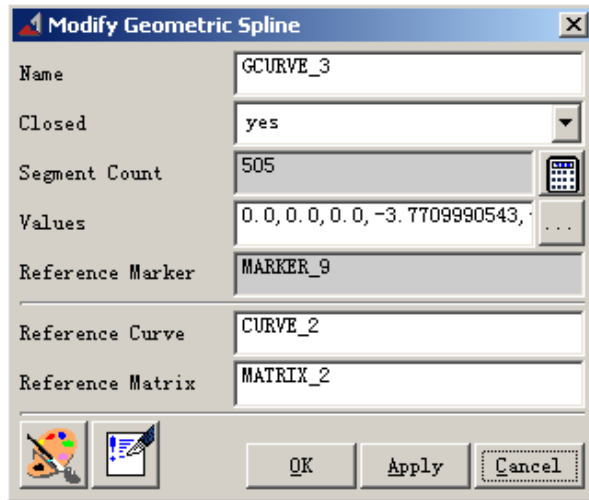
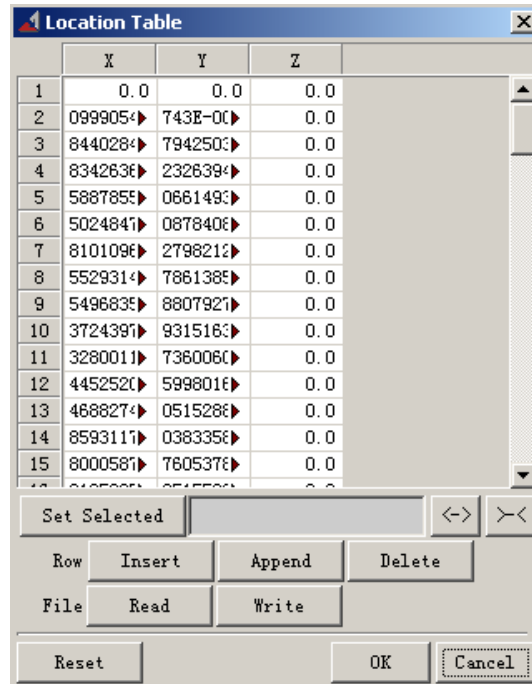

图 4-3 几何尺寸修改对话框
图 4-4 Location Table 对话框
4.3 在曲线上右击鼠标，选 “--B-spline: GCURVE\_3→Modify”，出现 **Modify Geometric Spline** 对话框，如图 4-3 所示。点击对话框中的 **Location table** 图标 ，打开 **Location Table** 对话框，如图 4-4 所示。